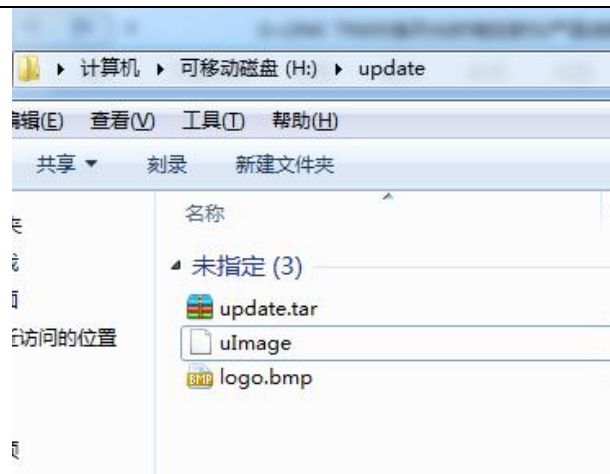

Figura 7-23 Diagrama de archivo de actualización de memoria
- 2) Guarde los contenidos que deben actualizarse en esta carpeta, como se ve en la Figura 7-23.